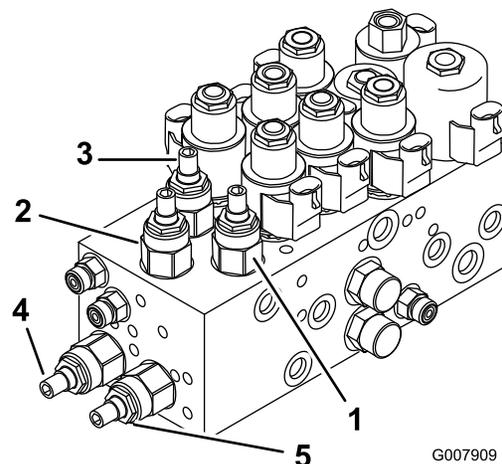
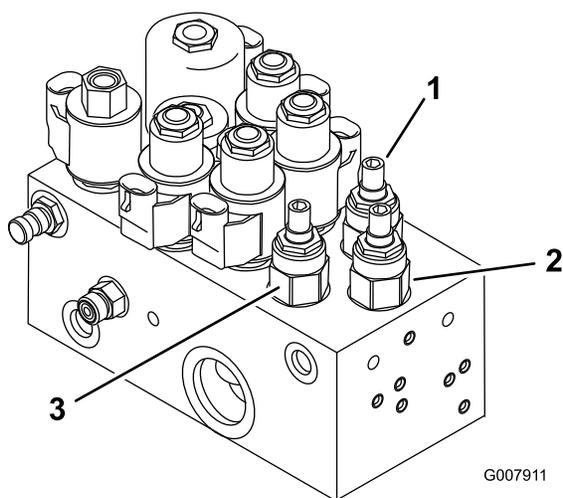

Figura 82
Figura 83
1. Localize as válvulas, no colector de elevação, para ajustar a(s) unidade(s) de corte desejada(s) (Ver tabela e Figura 82 e Figura 83).